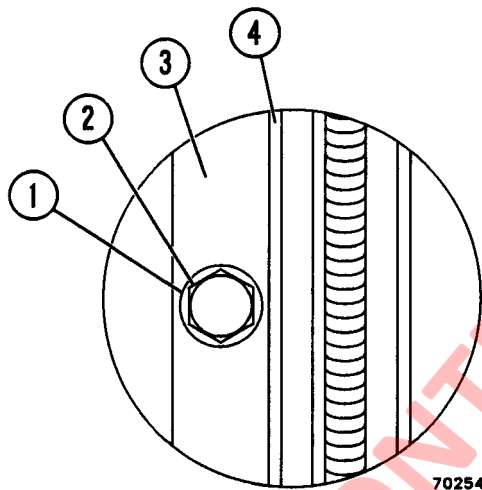

FIGURA 2-3 AJUSTE DEL PERNO DE BLOQUEO DE LA PUERTA
1. Marque la ubicación de la golilla (1, Figura 2-3) del perno de bloqueo de la puerta con un marcador o lápiz marcando el borde exterior de la golilla en el perno.
2. Suelte el perno de bloqueo de la puerta (2) y mueva hacia dentro 1/16" y vuelva a apretar.
3. Coloque un pedazo de papel entre el punto donde el sello de la puerta (4) golpeará la cabina y cierre firmemente la puerta asegurándose que cierre con el segundo seguro. (El mecanismo de cierre de la puerta es de doble seguro).